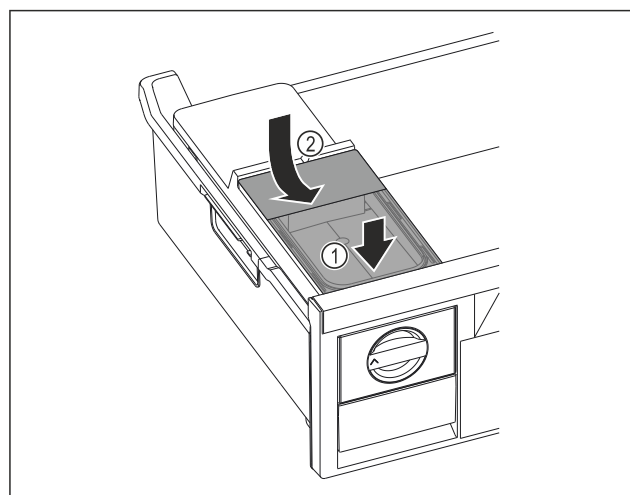

Fig. 70
- Wassertank vorne ansetzen. Fig. 70 (1)
- Wassertank hinten absenken. Fig. 70 (2)